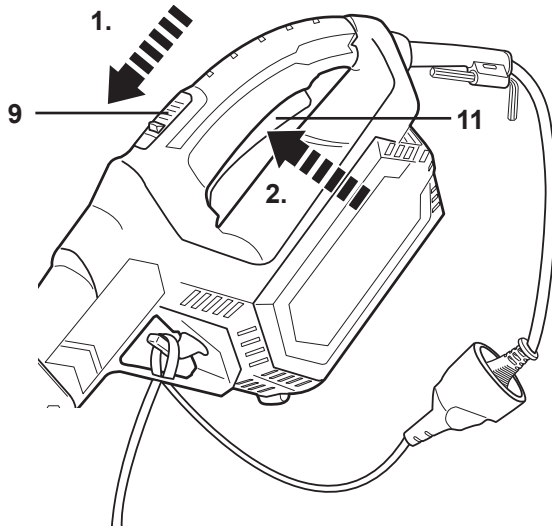

Fig. 18
1. Deslice el interruptor de bloqueo (9) hacia delante y manténgalo en esa posición (Fig. 18, paso 1).
2. Apriete el interruptor de encendido/apagado (11) para encender el producto (Fig. 18, paso 2) y después suelte el interruptor de bloqueo (9).
3. Suelte el interruptor de encendido/apagado (11) para apagar la herramienta.